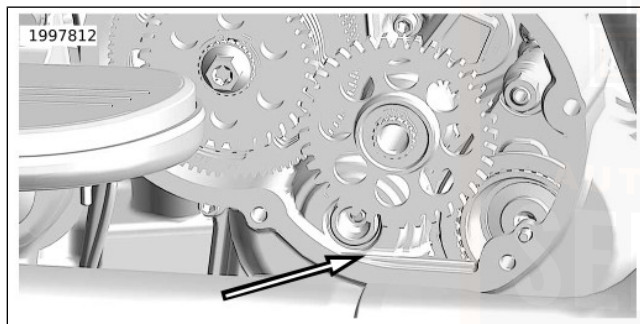

Abbildung 121. Getriebe-Füllmarkierung
3. Siehe Abbildung 121. Überprüfen, ob der Füllstand an der abgebildeten Markierung liegt.
- b. Die Getriebeölablassschraube im Uhrzeigersinn drehen, um sie zu schließen (1).
5. Siehe Abbildung 121. Das Getriebe bis zur Getriebe-Füllmarkierung mit dem empfohlenen Harley-Davidson Schmiermittel füllen.